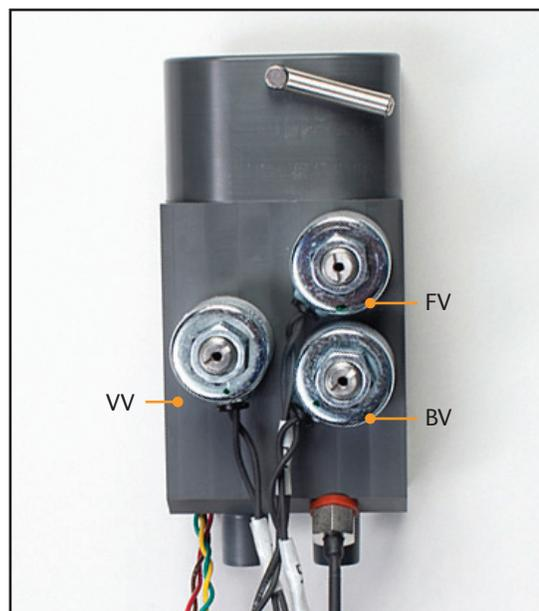

Fig. 8-62 Coletor, mostrando a posição dos 3 solenoides (Passo 8)
8. Quando reinstalar a cablagem do coletor, tenha em atenção que existem etiquetas na cablagem que identificam os solenoides (FV, BV, VV). Se os solenoides não estiverem na posição correta como mostrado, o dispositivo não funcionará corretamente (Fig. 8-62).